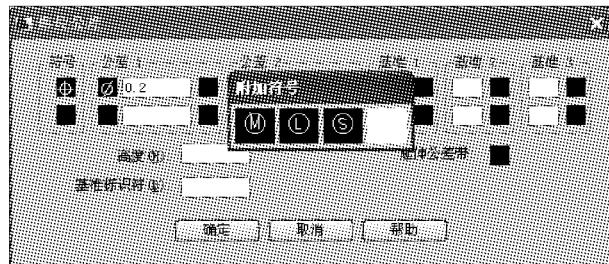

图 3.39 选择附加符号
(3) 在第二个空白栏输入公差值 0.2，在第三个空白栏单击鼠标左键，在弹出的“附加符号”对话框中选择 \odot 符号，如图 3.39 所示。